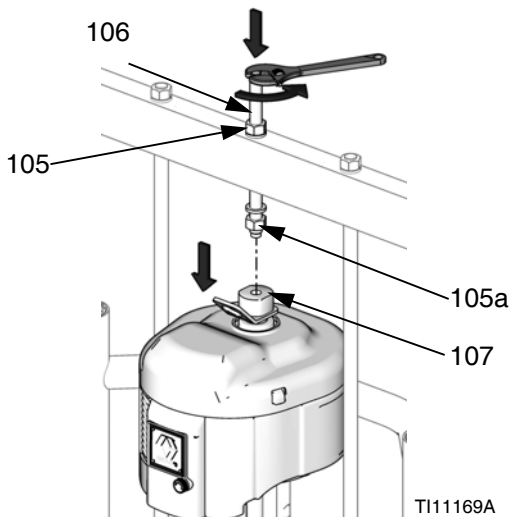

FIG. 24 : NXT 2200-6500 équipés d'un cylindre de 200 litres (55 gallons)
- a. Pour les NXT 2200-6500 équipés d'un cylindre de 200 litres (55 gallons) (blocs d'alimentation de D200 76,2 mm (3 po.) et de D200s 165,1 mm (6,5 po.)) : Desserrez l'écrou (105a) situé sous la barre transversale. Utilisez une clé pour maintenir en place l'adaptateur de l'anneau de levage (107) et desserrez la tige filetée (106) située au-dessus de la barre transversale à l'aide d'une autre clé. Consultez la FIG. 24.